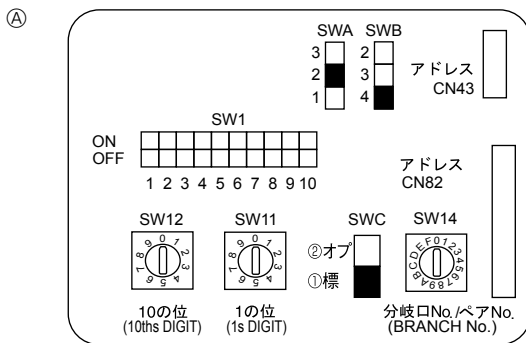

Fig. 4-4
4.5. Adressen einsetzen (Fig. 4-4)
4.6. Schaltereinstellung für hohe Decken oder zum Zeitpunkt der Änderung der Anzahl der Luftauslaßöffnungen (Fig. 4-4)
④	4 Richtungen	2,7 m	3,2 m	4,5 m
③	3 Richtungen	3,0 m	3,6 m	4,5 m
②	2 Richtungen	3,3 m	4,0 m	4,5 m
4.7. Messen der Raumtemperatur mit dem in eine Fernbedienung eingebauten Temperaturfühler (Fig. 4-4)